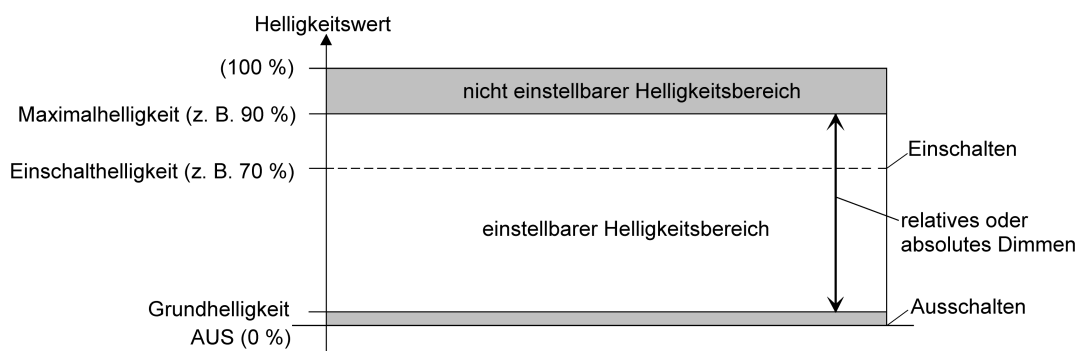

Bild 11: Beispiel eines Helligkeitsbereiches mit Grundhelligkeit
- Definition der unteren Helligkeitsgrenze mit Grundhelligkeit (Bild 11):